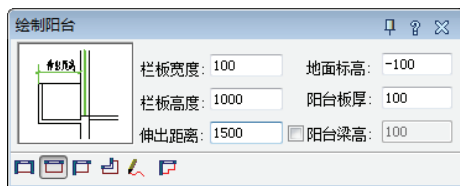

图 6-69 “绘制阳台”对话框
- 2) 调用“YT”命令，在弹出的“绘制阳台”对话框中设置参数，结果如图 6-69 所示。